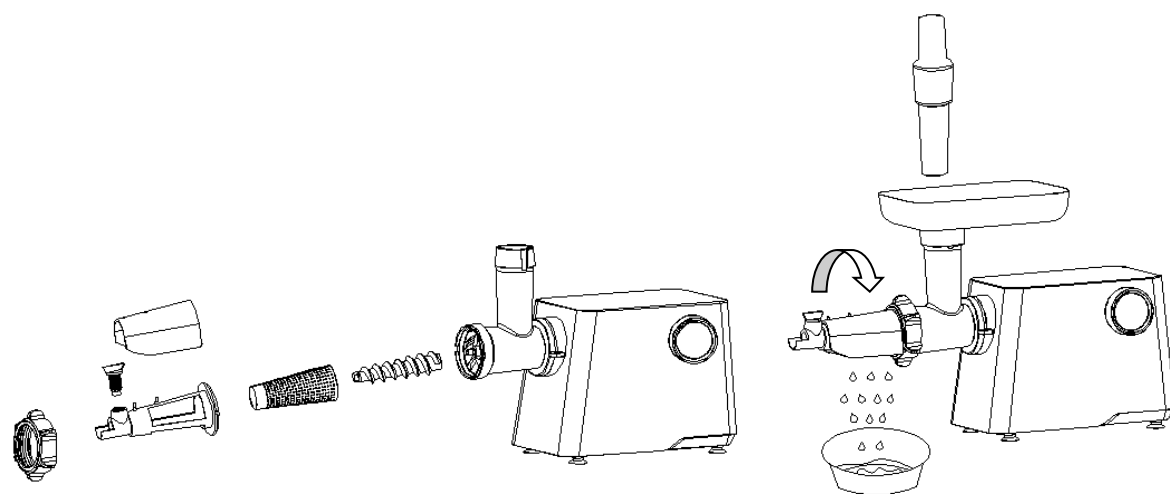

Abb. 12
- Bitte montieren Sie sämtliches Entsafterzubehör wie in der nachstehenden Abbildung gezeigt (Abb. 12).